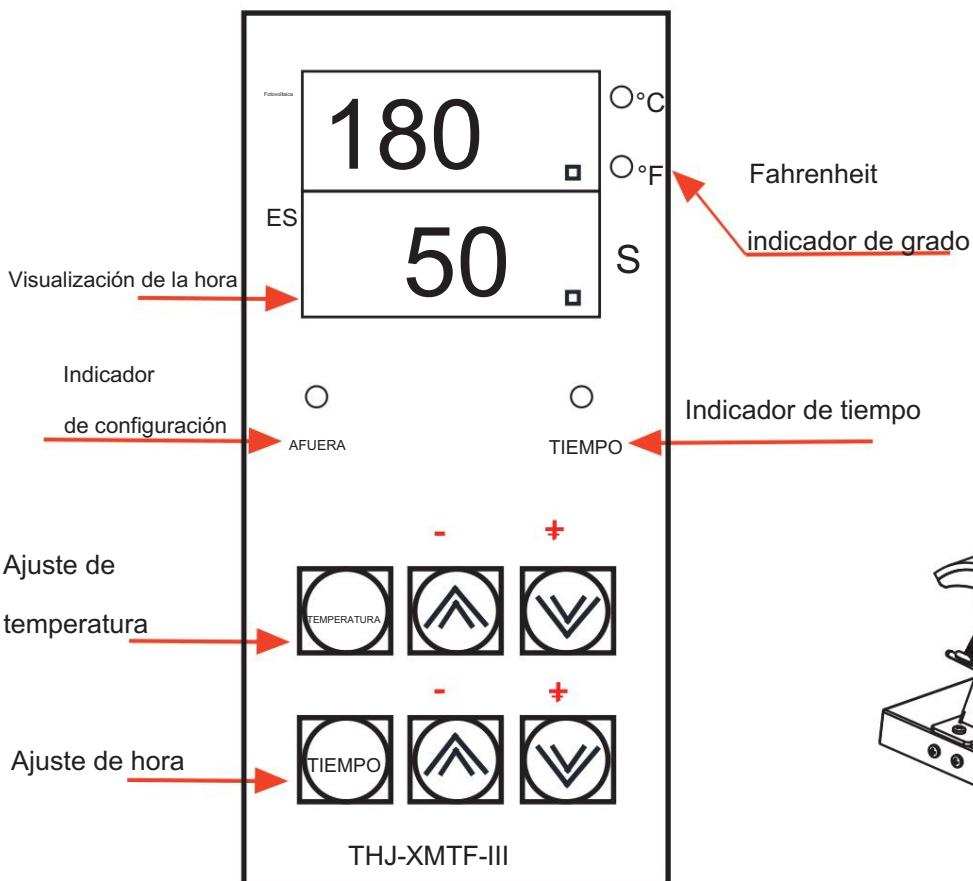

Figura 3
b. Selección de grados Fahrenheit: como se muestra en la Figura 3, la “selección de grados Fahrenheit” El indicador “indica si la temperatura se muestra en grados Fahrenheit. Dado que hay una variedad de formas de cambiar entre grados Fahrenheit y grados Celsius, no se presentan métodos de cambio específicos en este manual del usuario. Si es necesario cambiar la unidad de temperatura, comuníquese con el distribuidor o el fabricante o use la siguiente fórmula: